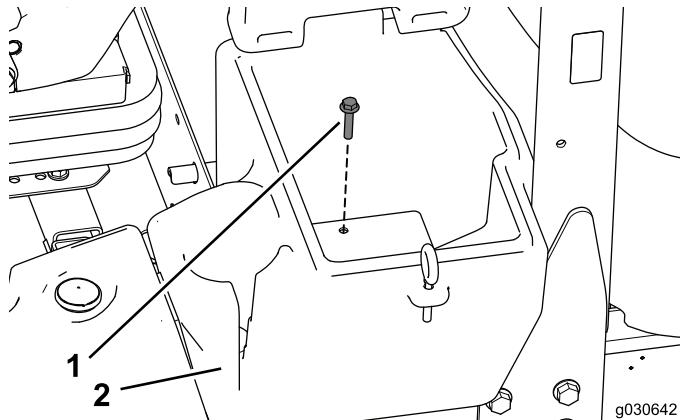

Рисунок 1
1. Выверните и сохраните болт крепления отделения для хранения, расположенный с левой стороны машины (Рисунок 1).